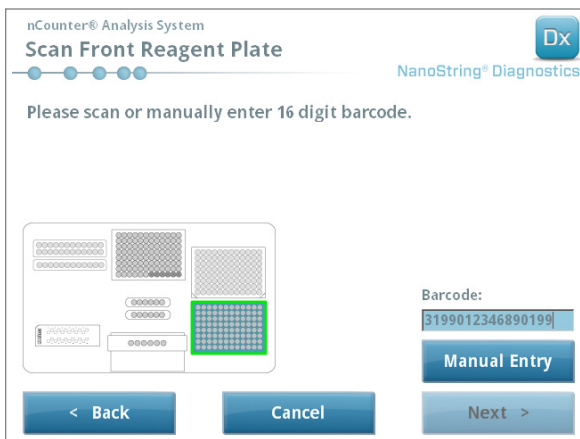

FIGURA 5.10: schermata di scansione delle piastre reagenti
- b. Rimuovere i coperchi di plastica trasparente e posizionare le piastre reagenti sul piano, come indicato nella schermata (FIGURA 5.10).